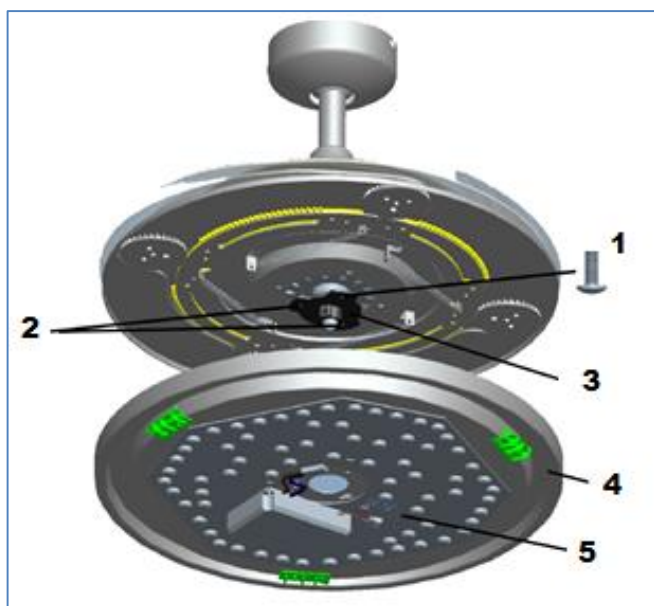

Fig. 6
- 1) Maak de schroef los (1) in de onderste klem (3). Lijn de schroeven uit (2) met de gaten van de lamphouder (4). Fig.6